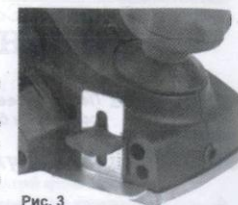

Рис. 3
- Установите его на корпус рубанка, выставите на нем необходимое значение глубины, зафиксируйте положение барашковой гайкой (См. Рис.3)